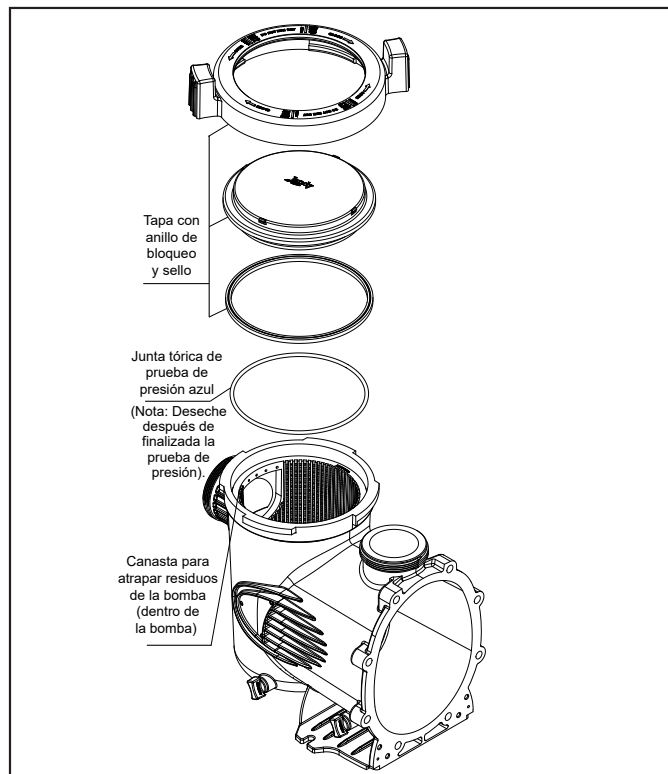

Figura 15. Vista ampliada con junta tórica de prueba de presión azul (modelos de bomba VSSHP únicamente)
4. Siga las marcas del anillo de bloqueo y gire el anillo en sentido antihorario hasta que las marcas de "START" (Inicio) se alineen con los puertos. Consulte la Figura 15.